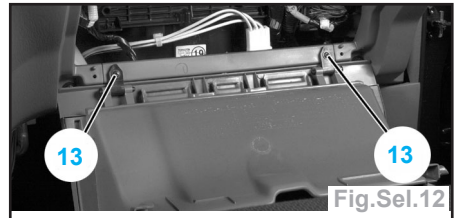

Fig.Sel.12
- déposer les 2 vis de fixation (13) de la boîte à gants (fig.Sel.12),